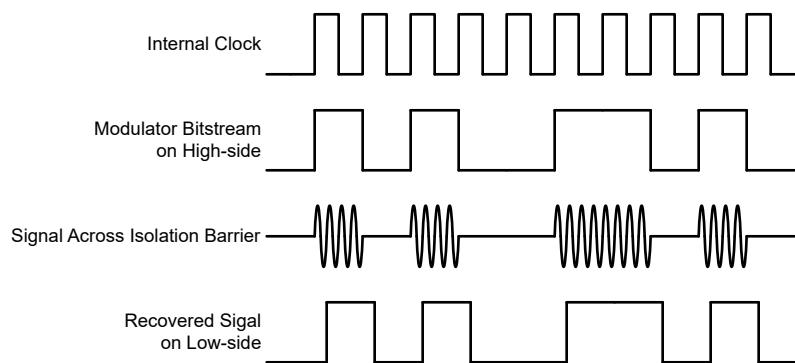

図 7-4. OOK ベースの変調方式
図 7-4 に示されているように、AMC0x06M25-Q1 は、オン / オフ キーイング (OOK) 変調方式を使用して、変調器の出力ビットストリームを、 SiO_2 ベースの絶縁膜間で伝送します。送信ドライバ (TX) をに 機能ブロック図 示します。TX は、内部で生成された高周波キャリアを絶縁バリア越しに送信し、デジタル 1 を表現します。ただし、TX はデジタル 0 を表す信号を送信しません。AMC0x06M25-Q1 で使用されるキャリアの公称周波数は 480MHz です。